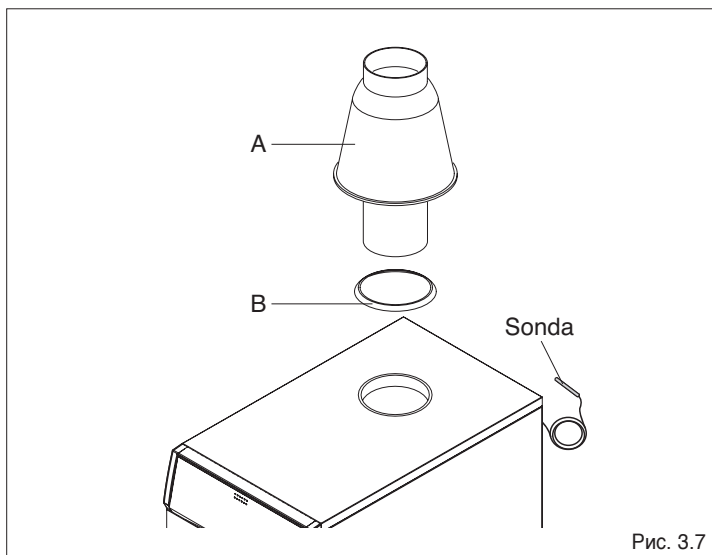
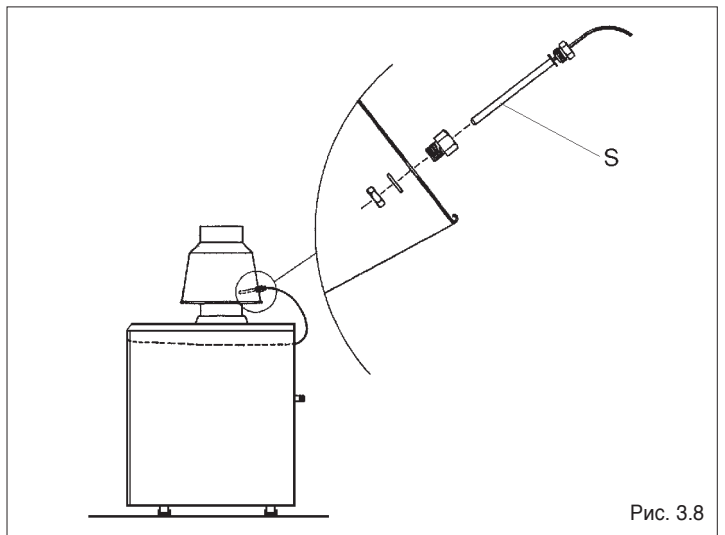

Рис. 3.7
Рис. 3.8
- установить кольцо (B) на патрубок дымовых газов котла (Рис. 3.7);
- установить атирефулер (A) в кольцо (B);
- установить датчик (S) термостата дымовых газов в отверстие в стенке антирефулера и зафиксировать его гайкой (Рис. 3.8).